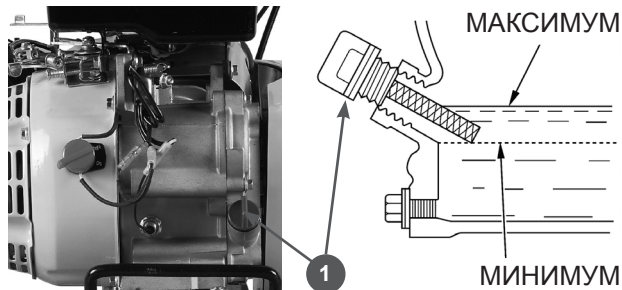

Рис.6
2. Снимите крышку/щуп маслозаливного отверстия (1) Рис.6.